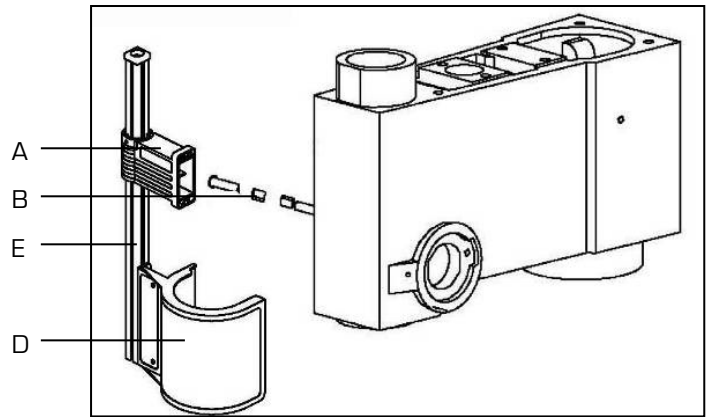

Figure 3
1.  Vérifier le bon serrage des connexions électriques du support d'écran de protection (A) ainsi que sur les connexions électriques sortant de la tête de perceuse (B).
2. Connecter le support d'écran de protection (A) aux connexions électriques (B) situées sur la tête de perceuse.
3.  Positionner la molette de serrage (C) situé sur le support d'écran de protection (A) vers le haut (voir fig.3).
4. Monter l'écran de protection (D) sur l'axe du support d'écran (E) à l'aide de deux vis.
5. Monter l'ensemble dans le support d'écran de protection (A).
6. Positionner l'axe (E) et serrer la molette (C).
7. Pour le fonctionnement de la perceuse, ajuster correctement l'écran de protection de mandrin avec l'axe en position fermée (un microrupteur de sécurité assure la fermeture) et serrer la molette (C).